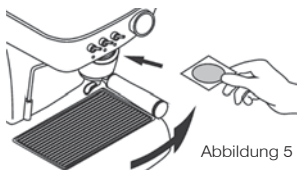

Abbildung 5
- Das Kaffee pad in den Filterhalter legen und es bis zum Anschlag vorsichtig nach rechts drehen. Keine Kraft ausüben, der Verschluss erfolgt sanft (siehe Abbildung 5).